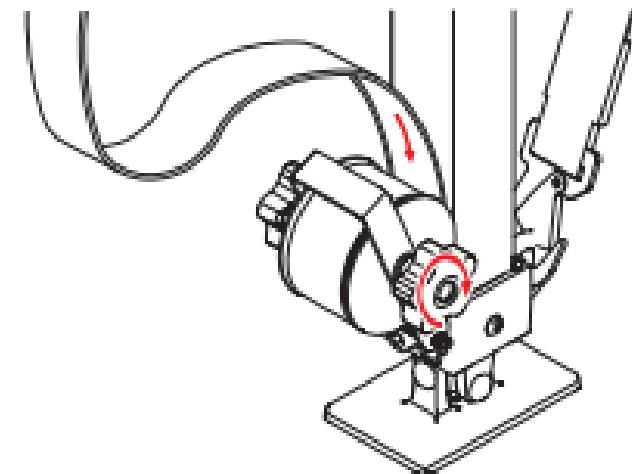

Fig. 16
- Enrolle la correa tensora. Fig. 16.